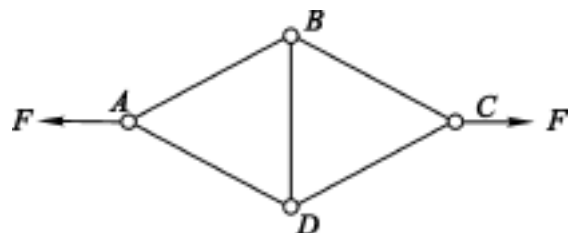

图 1.13
3. 5根等长的细直杆铰接成图 1.13 所示杆系结构, 各杆质量不计, 若 A, C 两点受到力 F 作用, 且垂直于 BD , 试计算 BD 杆的内力。